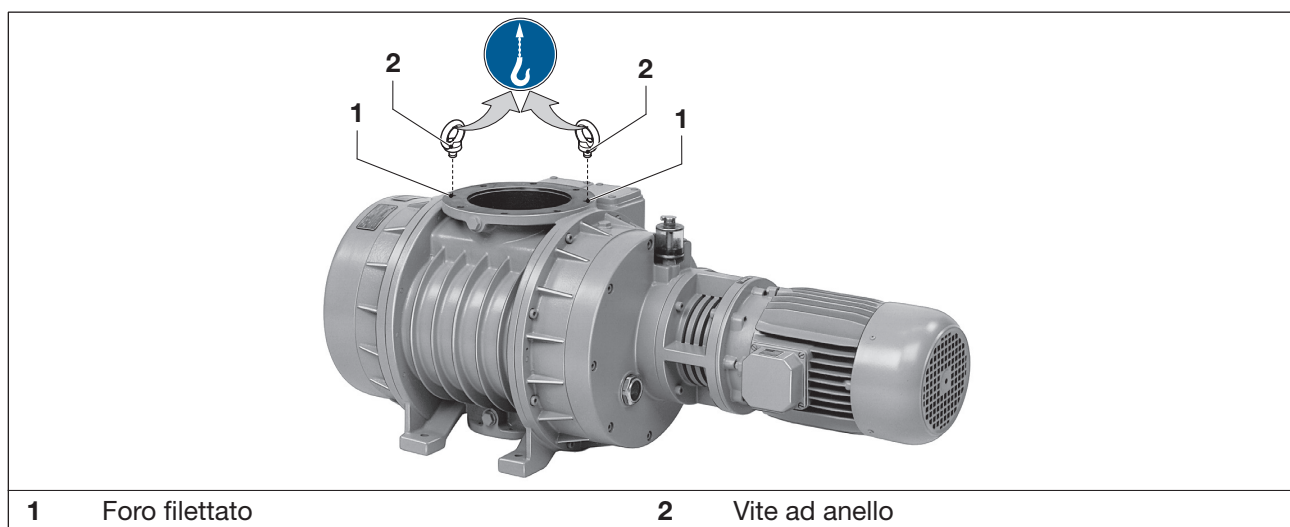

Fig. 1 Dispositivi per la presa del carico per il sollevamento e il trasporto
- b) Avvitare due golfari nei fori (Fig. 1/1):
- c) Serrare saldamente i golfari (Fig. 1/2)
- d) Per sollevare la macchina, agganciarla al sollevatore con gli appositi golfari (Fig. 1/2)